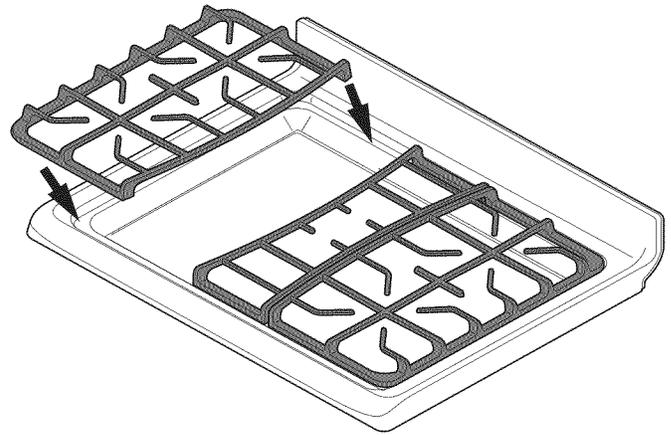

Figure 4 : Installation adéquate de la grille
- Assurez-vous que les grilles de brûleurs sont correctement en place sur la surface de cuisson avant d'utiliser les brûleurs de surface (Figure 4). Les grilles ont été conçues de manière à reposer dans la cavité de la surface de cuisson.